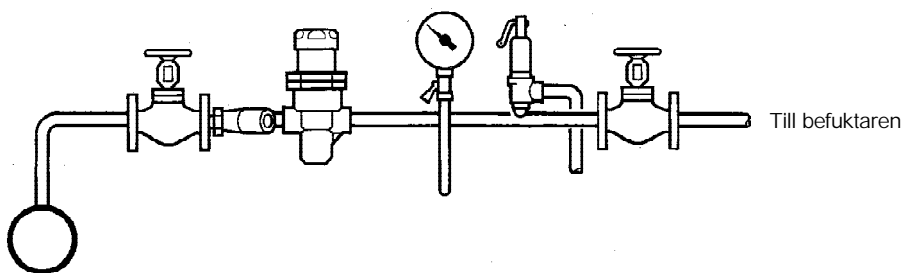

Fig. 18. Tryckreduceringsstationen där ångan är torr, låga ångflöden och för ej kritiska situationer. Stationen baserad på Spirax sarcos BRV2 reduceringsventil.
2. Ångtillförseln till befuktaren ska ha ett konstant tryck för att säkerställa att beräknade data ska stämma. Det kan krävas att en tryckreduceringsstation monteras, en typisk installation visas i Fig. 18 & 19.